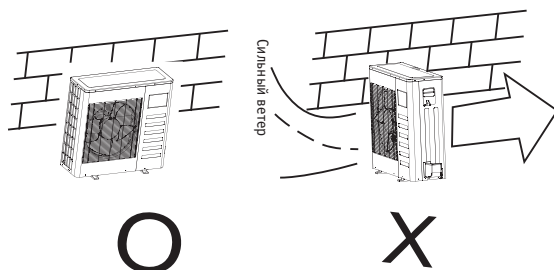

Рис. 10
- Если блок может подвергаться воздействию сильного ветра, например на морском побережье, то необходимо обеспечить беспрепятственную работу вентилятора. В этом случае блок можно разместить параллельно стене здания или установить соответствующие дефлекторы (см. рис. 10).
- Минимально допустимое расстояние между наружным блоком и препятствиями, указанное в инструкции, не означает, что блок можно размещать в воздухонепроницаемом помещении. Две из трех сторон блока должны быть открыты для свободного прохода воздуха (см. рис. 10).